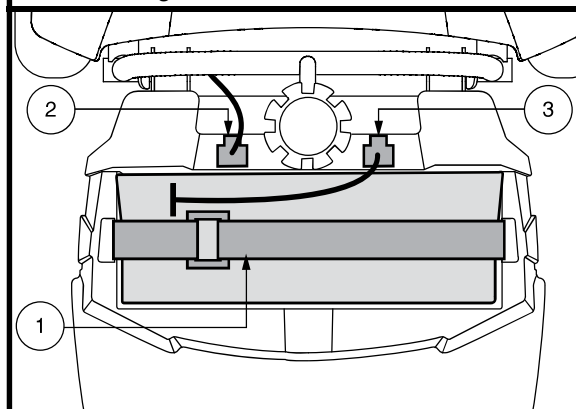

Figura 22. Fascetta di fissaggio delle batterie
1. Scollegare il cavo della batteria e rimuovere il pacco batteria dal miniscooter. **Vedere figura 22.**
Vedere figura 22.